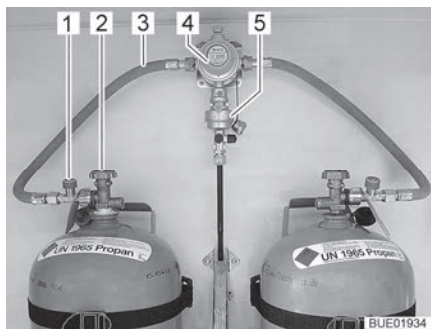
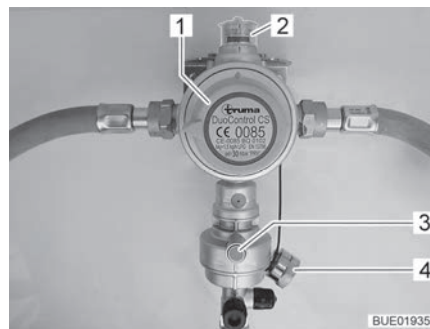

Bild 43 Gasflaskor med DuoControl
Bild 44 DuoControl-styrssystem
DuoControl-styrsystemet består av en omkopplingsventil (Bild 43,4) och en crashsensor (Bild 43,5). DuoControl-styrsystemet är monterat mellan gasslangarna (Bild 43,3) med slangbrottssäkring (Bild 43,1). Med vredet (Bild 44,1) på omkopplingsventilen ställer du in vilken gasflaska som ska användas som driftflaska och vilken som ska användas som reservflaska.
I fönstret (Bild 44,2) visas gasförsörjningens status:
Drift med bara en gasflaska är tillåten. Den öppna anslutningen måste dock förslutas med ett blindlock (Bild 44,4) i detta fall.
Crashsensorn stänger av gastillförseln vid kraftig vibration (t. ex. vid en krock). Crashsensorn aktiveras genom att trycka på den gröna resetknappen (Bild 44,3).
Slangbrottssäkringen (Bild 43,1) stänger av gasflödet om den anslutna slangen går sönder. Slangbrottssäkringen måste aktiveras genom att trycka på den gröna knappen.
Gastillförseln via DuoControl-styrsystemet slås på och av på kontrollenheten (Bild 45). Gasflaskornas huvudavstängningsventiler (Bild 43,2) och gasavstängningsventilerna på apparaterna måste öppnas för hand.
- Med vredet (Bild 44,1) på omkopplingsventilen väljs gasflaskan, som ska prioriteras (driftflaska). Vrid alltid vredet till stoppläget.
- Öppna huvudavstängningsventilerna (Bild 43,2) på gasflaskorna.
- Tryck på den gröna knappen på slangbrottssäkring (Bild 43,1). I fönstret (Bild 44,2) visas den gröna markeringen.
- Stäng huvudavstängningsventilerna (Bild 43,2) på gasflaskorna.
Om den gröna kontrolllampan (Bild 45,6) slocknar under drift och den röda kontrolllampan (Bild 45,5) tänds är driftflaskan tom och måste bytas ut. I fönstret (Bild 44,2) visas den röda markeringen. Gasförbrukarna försörjs med gas från reservflaskan.
- Vrid vredet (Bild 44,1) ett halvt varv i riktning mot den gasflaska som används för tillfället. Då blir denna gasflaska driftflaska och den tomma flaskan blir reservflaska. Markeringen i fönstret (Bild 44,2) växlar från rött till grönt.
- Stäng huvudavstängningsventilen (Bild 43,2) på den tomma gasflaskan. Beakta pilriktningen.
- Tryck på den gröna knappen på slangbrottssäkringen (Bild 43,1).